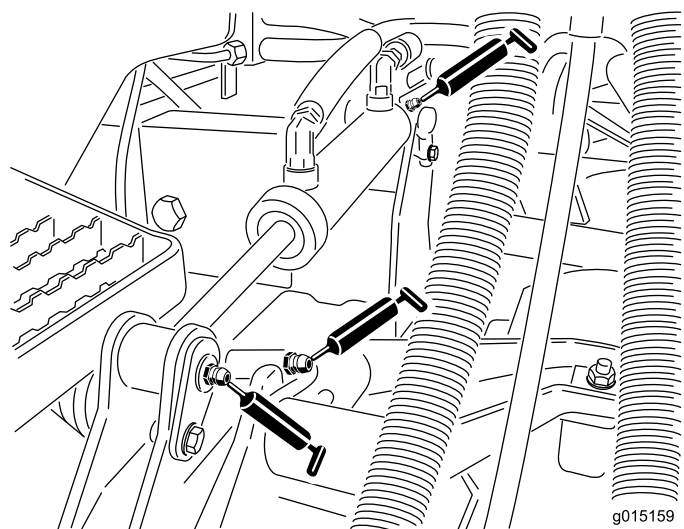

Рисунок 115
- Втулки подъемных рычагов (по 1 шт. на режущий блок), см. Рисунок 115
- Втулки подъемных цилиндров (по 2 шт. на режущий блок), см. Рисунок 115